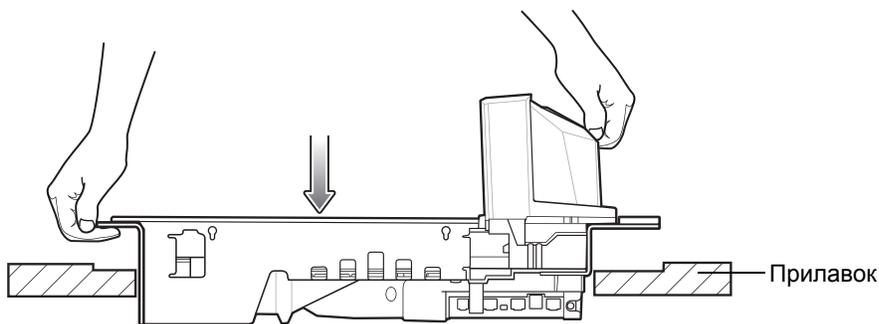

Рис. 3-19 Установка коротких, средних и длинных моделей MP70XX в кассовую стойку
- а. Чтобы поднять сканер MP70XX и опустить его в кассовую стойку, используйте ручку на задней крышке корпуса и переднюю ручку под платформой. См. Рис. 3-19 на стр. 3-18.